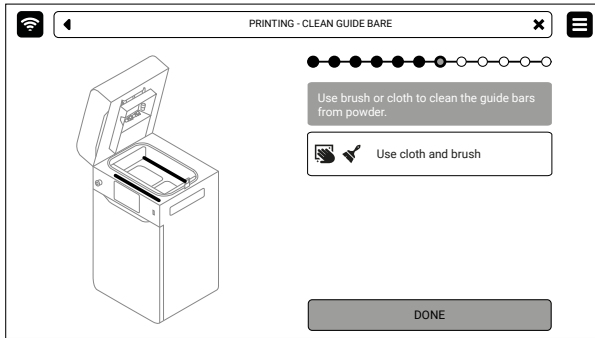

Abb. 6.10 Reinigen und Schmieren der Führungsschienen des Recoaters.
- Entferne das Pulver von den Führungsschienen. Verwende dazu eine Bürste oder ein Baumwolltuch. Drücke auf **DONE** (Abb. 6.10).